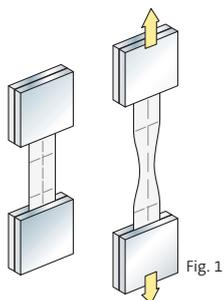

Fig. 1
- **Résistance à la traction** (fig. 1) : Ce test valide la résistance des membranes aux sollicitations mécaniques durant la manutention et la mise en œuvre sur le chantier. Une bande de membrane de 20 cm x 1,50 m résiste à une charge supérieure à 400 kg.
- **Allongement à la rupture** (fig. 1) : Ce test mesure l'élasticité des membranes qui peuvent se déformer jusqu'à 1,5 fois leur longueur. Cette caractéristique est importante pour la mise en œuvre et notamment le passage des gaines techniques et boîtiers entre la membrane et le parement.